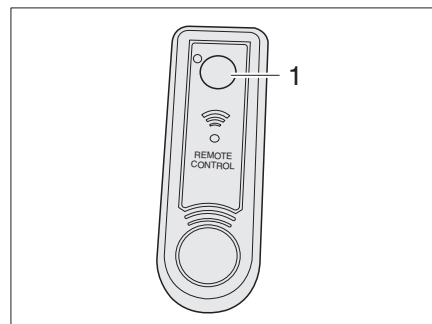

Fig. 47 Telecomando lampada nel tetto sollevabile
■ Premere il pulsante (Fig. 47,1) per accendere o spegnere la lampada.